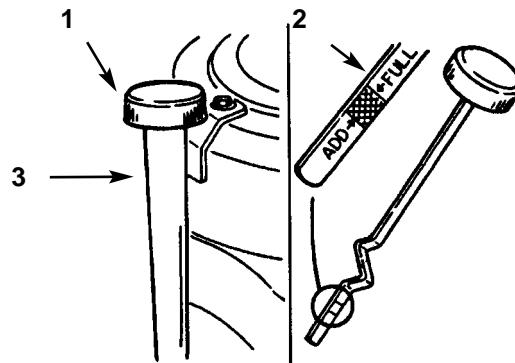

Fig. 20
4. Svitate l'asta di misurazione dell'olio e pulitene l'estremità di metallo (Fig. 20).
7. Versate lentamente nel tubo di riempimento (Fig. 20) circa l'80% del quantitativo di olio indicato. Ora verificate il livello; vedi *Verifica del livello dell'olio*. Rabboccate lentamente fino a raggiungere la tacca di pieno (FULL) sull'asta di livello.